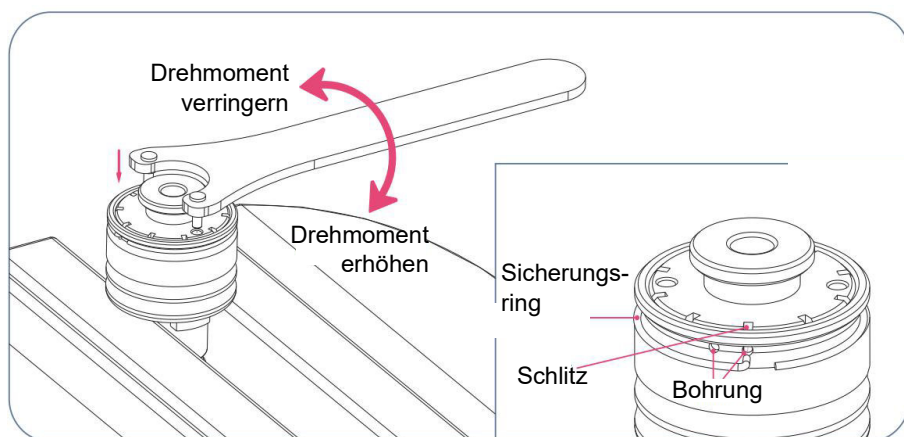

Abb.6-9: Kupplungsdrehmoment des Spannfutters einstellen
- ➔ Stellen Sie das Drehmoment mit dem Drehmomentschlüssel ein (Abb. 6-9).